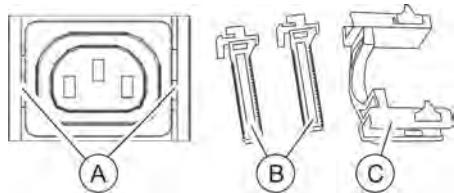

Fig. 15 : Dispositif d'accrochage d'appareils
- (A) Logement pour dispositif d'accrochage d'appareils
- (B) Tiges
- (C) Étrier de verrouillage
*Un logement pour le dispositif d'accrochage d'appareils (Fig. 15 /④) se trouve à côté de chaque prise. Les tiges (Fig. 15 /③) doivent être introduites à gauche et à droite dans le logement (Fig. 15 /④) avec la rainure vers l'intérieur. Pour la fixation, l'étrier de verrouillage (Fig. 15 /⑤) doit être glissé par le haut sur les tiges.*